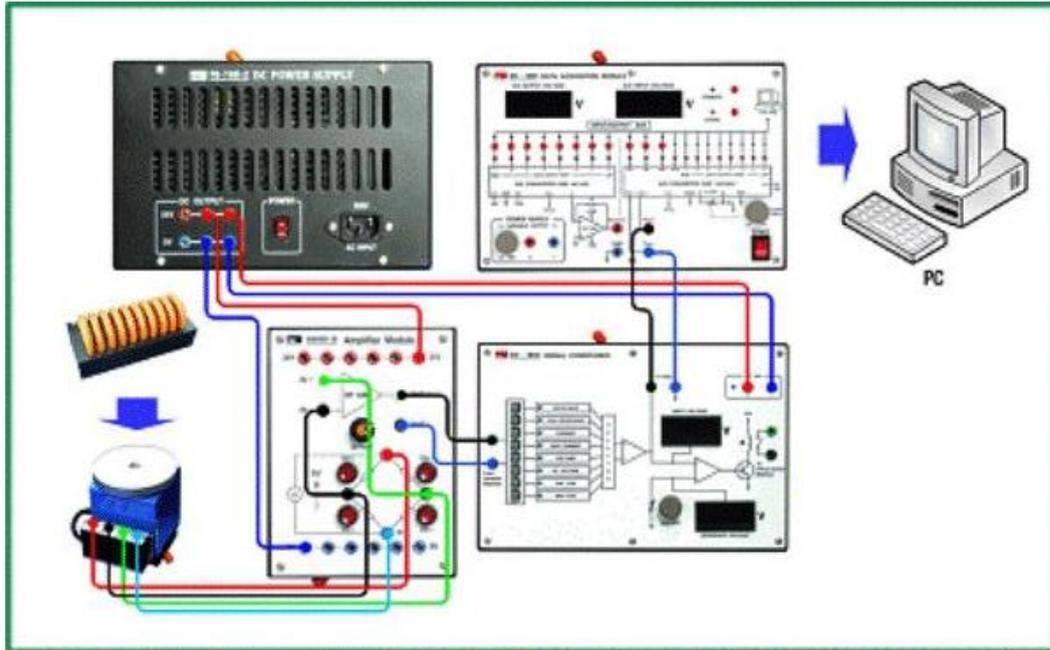

FIGURE 2: Diagramme de branchement du test de la cellule de pesage
1. Réaliser le branchement illustré sur la figure 2 :
- (c) relier les différents module en utilisant les câbles de connexion comme illustré sur la figure 2,